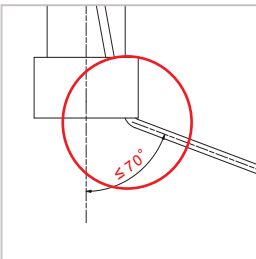

Figure 4
- ▶ Montez le support de fixation à une hauteur suffisante afin que le flexible ne soit pas dévié de plus de 70° au niveau du support de fixation en cas de démarrage du véhicule (voir Figure 4). C'est la seule façon de s'assurer que la charge de traction sur le nozzle de ravitaillement et l'insert d'about ne dépasse pas 1 000 N.